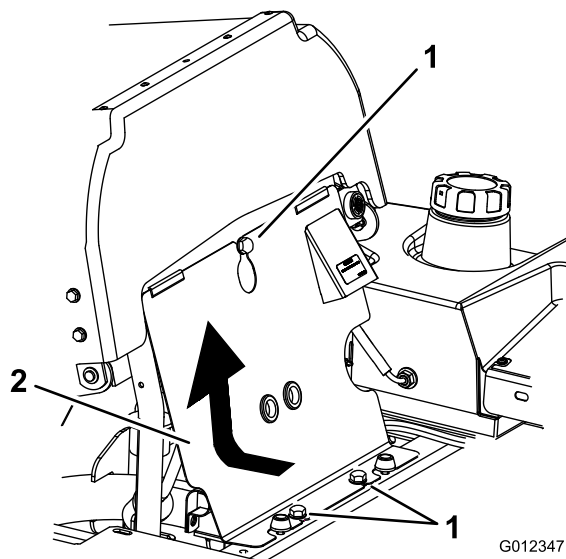

Figure 69
3. Basculez le siège en avant, desserrez les boulons et déposez le panneau avant du moteur (Figure 69).